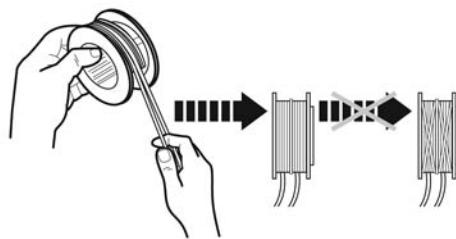

Fig. 34
- > Enrolle firmemente los dos extremos de la línea de nylon en sentido horario alrededor del carrete. Asegúrese de que ambos extremos de la línea de nylon estén distribuidos de forma pareja en el carrete (Fig. 34).